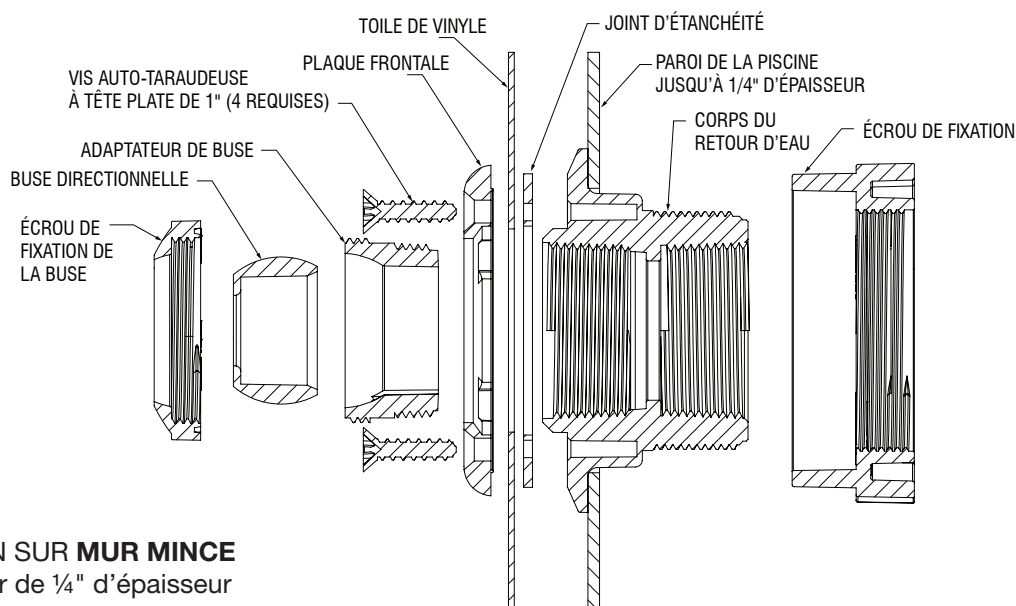

FIGURE 3
3. Installez le corps du raccord de retour d'eau dans le trou depuis l'intérieur de la paroi de la piscine. Installez le raccord avec le repère (encoche dans le joint) vers le haut, en position 12 heures. Cela permettra de localiser facilement les (4) trous de vis d'installation lorsque la toile en vinyle les recouvre. La surface sous la bride doit être appuyée contre la paroi de la piscine. Si la paroi de la piscine n'a pas plus de  $\frac{1}{4}$ " d'épaisseur, installez et vissez le contre-écrou sur le corps du raccord avec le côté octogonal opposé à la paroi de la piscine (fig. 3). Serrez fermement le contre-écrou à la main jusqu'à ce qu'il soit bien calé contre la paroi de la piscine. Serrer ensuite le contre-écrou d'un demi-tour complet à l'aide d'une clé à molette, pince ajustable à grande ouverture ou de tout autre outil approprié. **REMARQUE IMPORTANTE :** ne pas trop serrer l'écrou, cela pourrait endommager les composants de façon permanente. Si l'épaisseur de la paroi de la piscine est supérieure à  $\frac{5}{8}$ " et inférieure à 1", inversez l'orientation du contre-écrou et vissez-le comme décrit précédemment (fig. 4).
5. Placez la plaque de fixation avant (face plate) sur la paroi intérieure de la piscine, en veillant à ce que l'une des 4 encoches de la plaque de fixation soit alignée avec le repère du corps du raccord de retour. Cela facilitera l'alignement avec les (4) trous de vis dans le corps du raccord de retour. Percez la toile de piscine en vinyle à travers la plaque de fixation, un trou à la fois, en vous assurant que les trous de la plaque de fixation sont bien alignés avec les 4 trous de vis du corps de retour. Insérez les (4) vis de 1" et les visser sans les serrer.